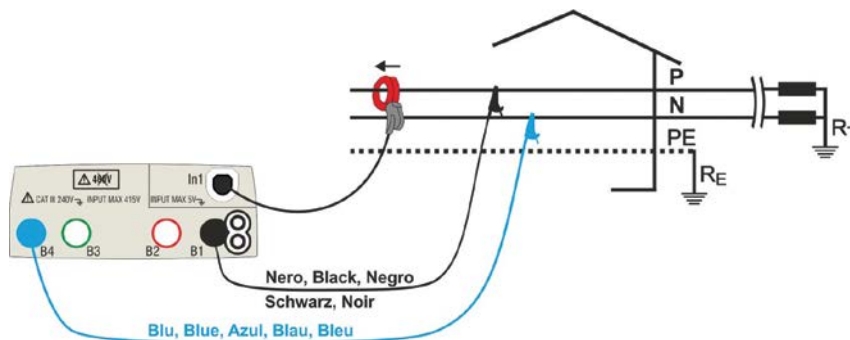
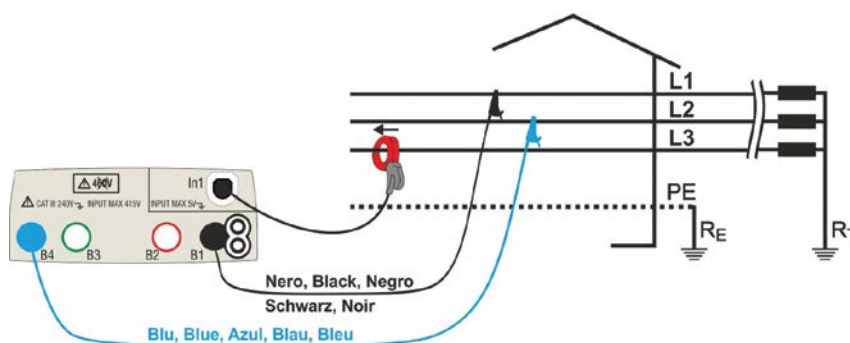

Fig. 34: Verbinding voor meting van enkelfase-installaties.
Fig. 35: Verbinding voor meting van driefaseninstallaties.
- Sluit de zwarte en de blauwe meetsnoer met meetpennen of krokodillenklemmen in de connectoren met dezelfde kleur op het instrument, B4, B1. Sluit de krokodillenklemmen of meetpennen aan op de fasen P en N volgens Fig. 34 voor de meting van de spanning in een enkelfase-installatie of in een L1 en L2-fase volgens Fig. 35 voor de meting van een spanning in een driefasen gebalanceerde installatie.
Sluit de stroomtang aan op de ingang **In1** van het instrument en op de fasegeleider voor een enkelfase of op fase-L3 voor een driefasen gebalanceerd systeem. De pijl op de tang moet in de stroomrichting staan, de stroom loopt in een normale situatie van de transformator naar een gebruiker, zoals getoond in Fig. 34 en Fig. 35.